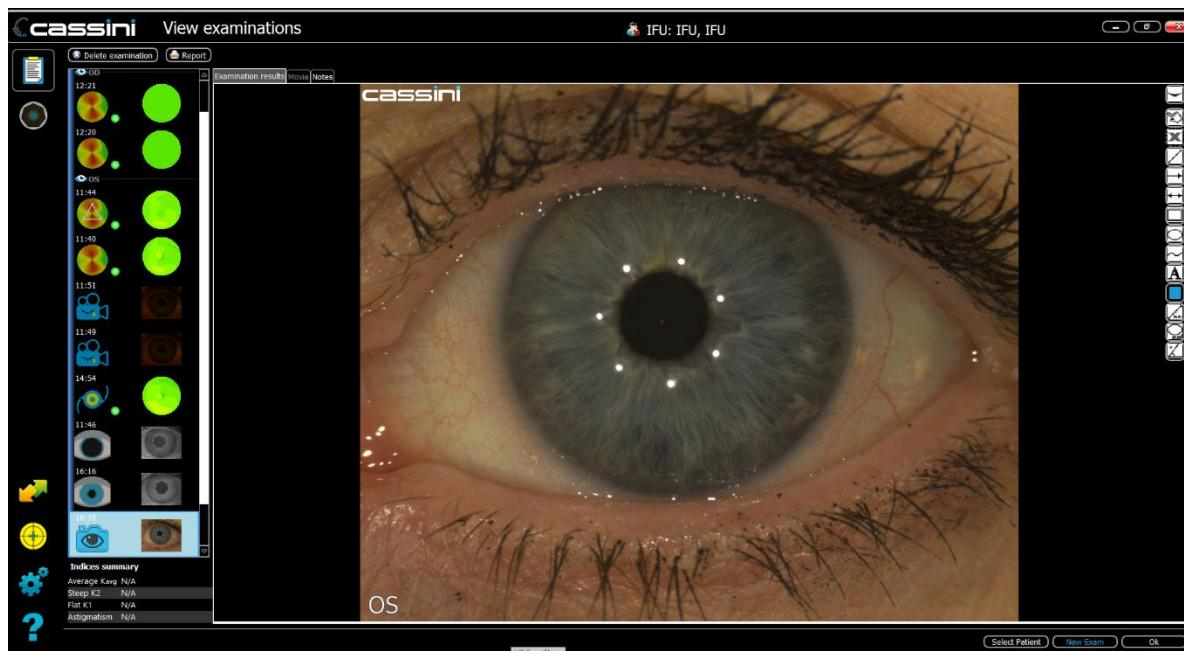

Abbildung 44: Ergebnisse der External Ocular Photography
8. Die Ergebnisse werden wie in Abbildung 44 angezeigt